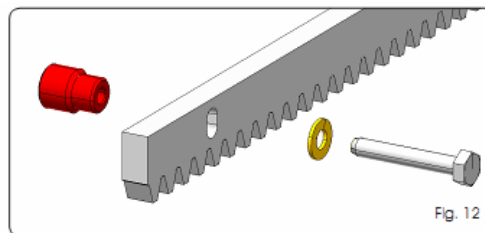

Fig. 12
5.4.2. Стальная конструкция для затягивания болтов (рис. 12)